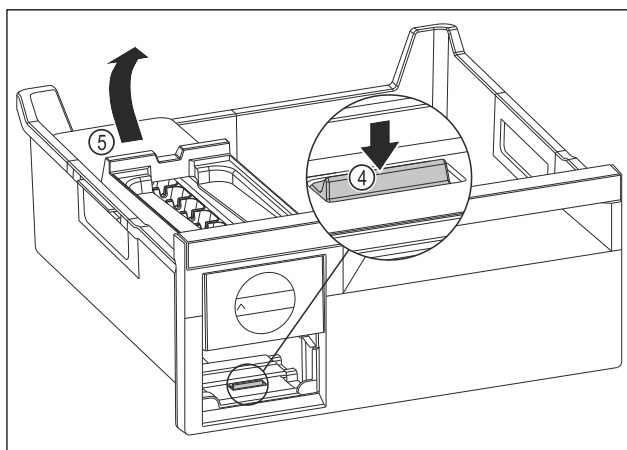

Fig. 110
- ▶ Vyjmutí korpusu EasyTwist-Ice: Lamelu Fig. 110 (4) zatlačte prstem směrem dolů a zároveň nadzvedněte druhou rukou korpus EasyTwist-Ice Fig. 110 (5) zezadu.